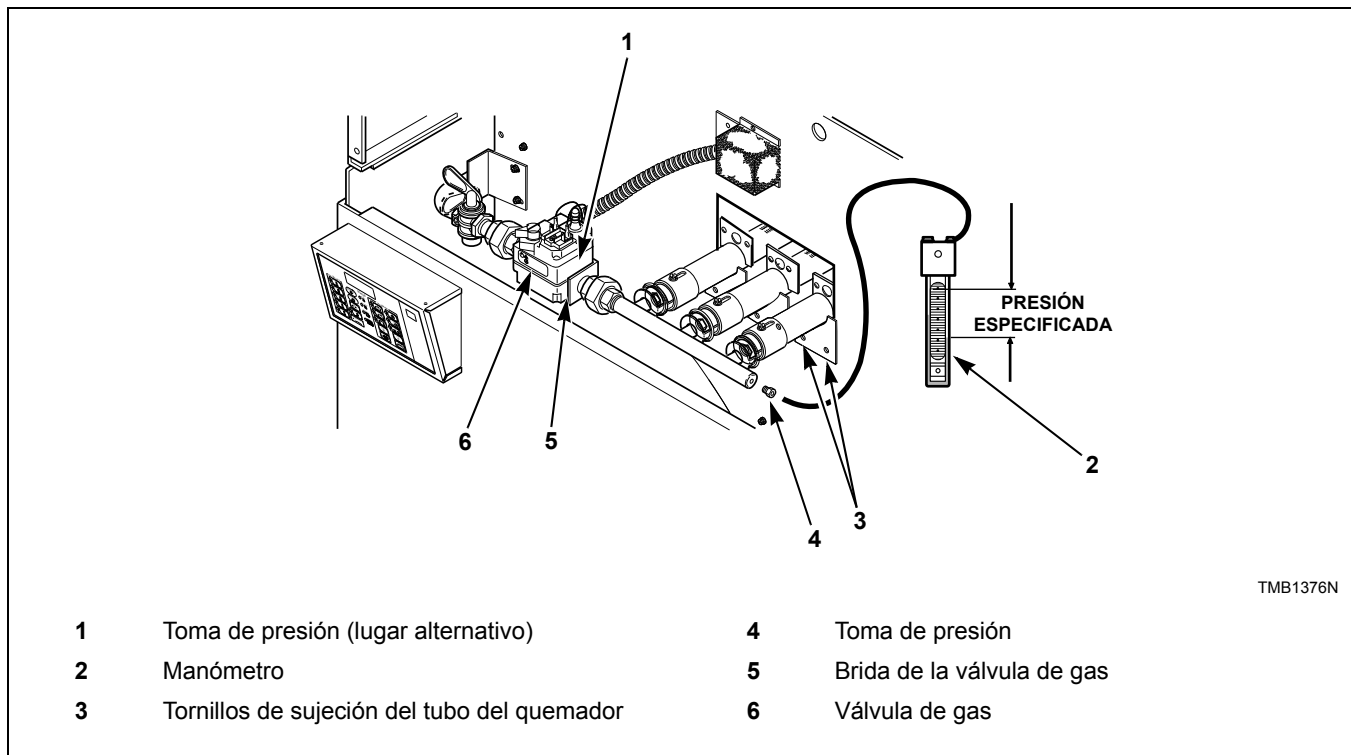

Figura 8
1. Compruebe la presión en el orificio (múltiple) del quemador de gas de la forma siguiente. Consulte la *Figura 8*.
4. Arranque la secadora y anote la presión una vez que arda una llama. Quite la tapa del regulador y ajuste el tornillo regulador hasta lograr la presión en el orificio según la tabla correspondiente. Vuelva a colocar la tapa del regulador. Consulte la *Figura 8*.